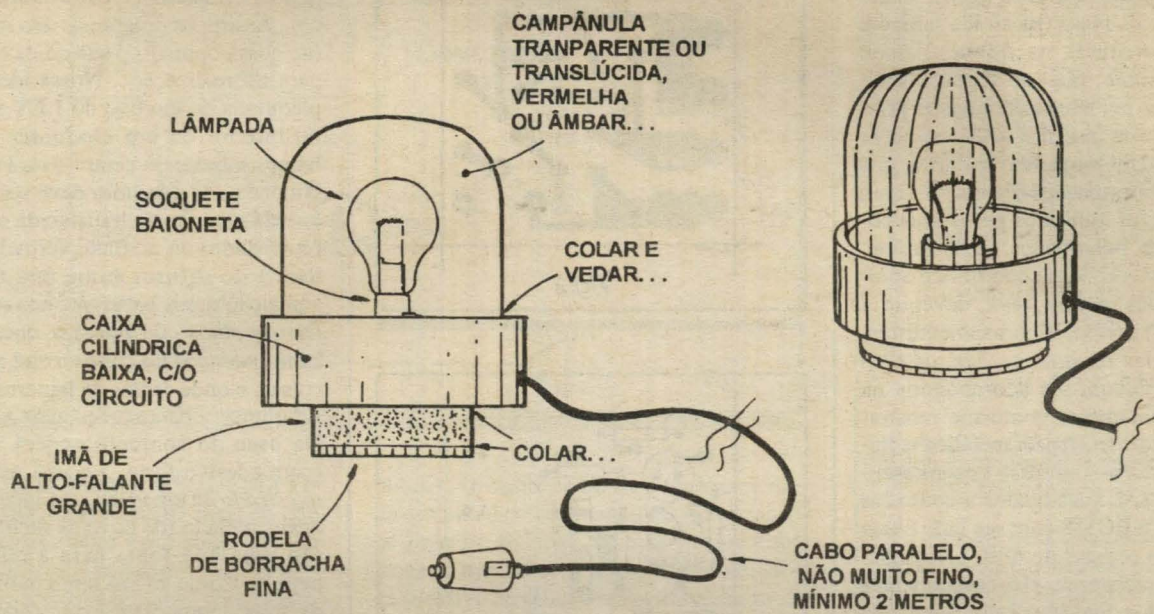

Fig.5
#### - FIG. 5 - ACABAMENTO EXTERNO
- FIG. 5 - ACABAMENTO EXTERNO - Em projetos/montagens desse gênero, a parte externa, o acabamento e arranjo final